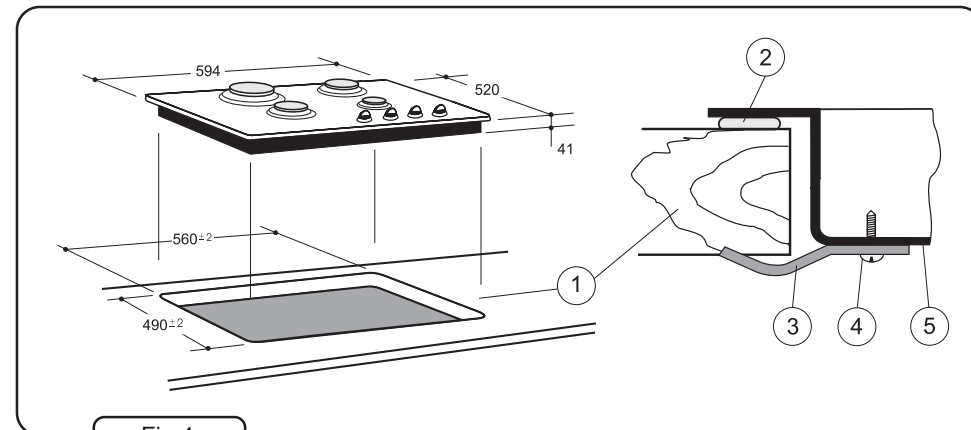

Fig.4
2. Dans le plan de travail il faut percer un trou rectangulaire des dimensions 490 x 560 [mm] (fig.4)
4. Retourner la table et coller le joint 2 sur tout le pourtour (fig.4 et 5)